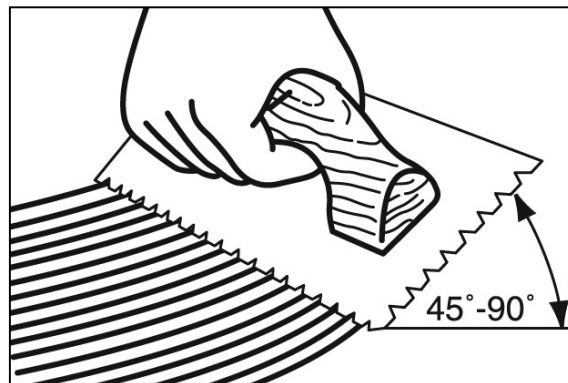

Figure 9
- Appliquez fermement une truelle dans un angle minimal de 45° (**Figure 9**) sur le sous-plancher pour obtenir un taux d'étalement de 40 à 60 pi² (4 à 5,5 m²) par gallon. La truelle dessinera des sillons d'adhésif et très peu d'adhésif entre chaque sillon. Cette méthode vous permettra de voir les lignes de craie entre les sillons et vous donnera le taux d'étalement recommandé;